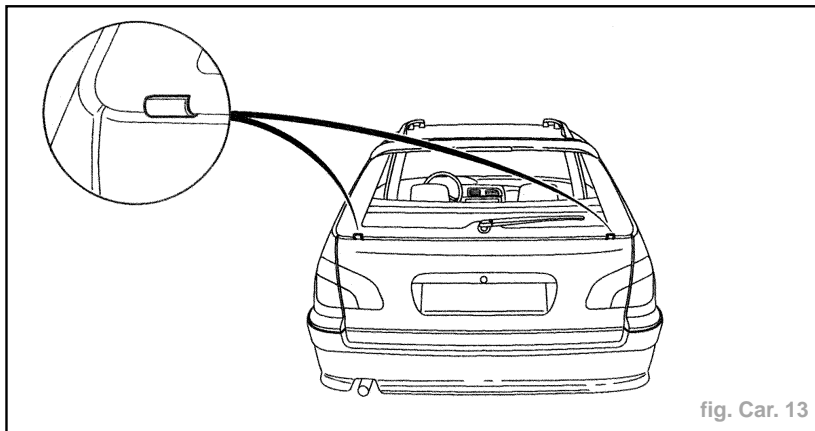

fig. Car. 13
- La lunette arrière et les vitres latérales sont collées au mastic polyuréthane sur des cales d'appui (fig. Car. 13).